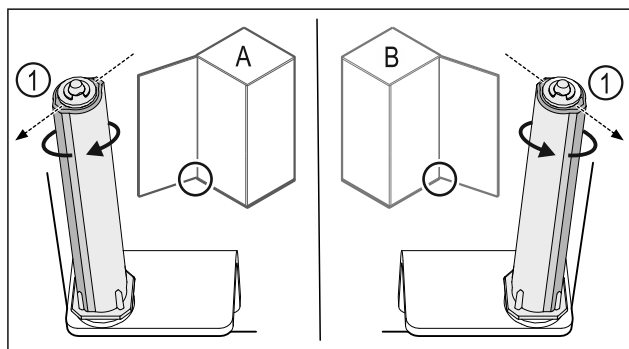

Fig. 37 Μεντεσέδες αριστερά (A) / Μεντεσέδες δεξιά (B)
- Περιστρέψτε το σύστημα κλεισίματος κόντρα στην αντίσταση, μέχρι ο κορμός του συστήματος κλεισίματος Fig. 37 (1) να είναι στραμμένος προς τα έξω.